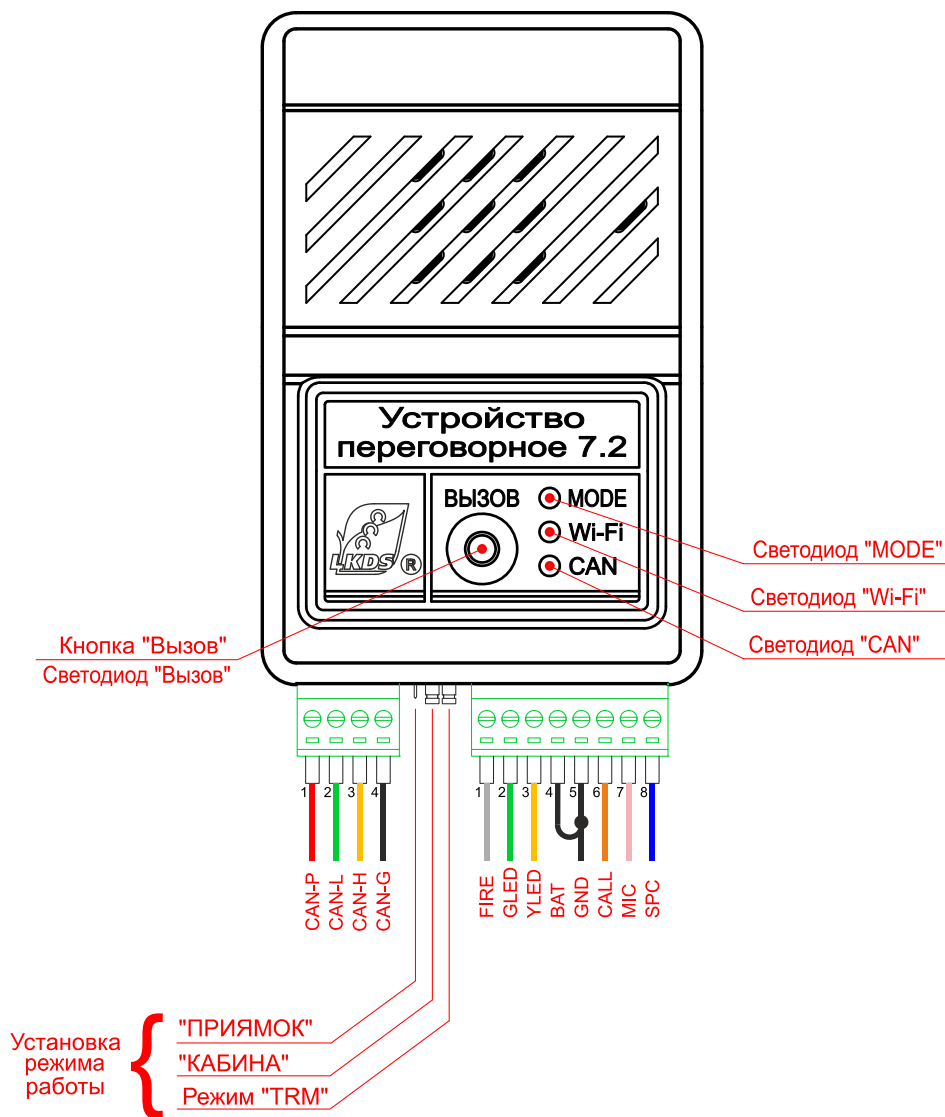

Рис. 1. Внешний вид УП 7.2, назначение разъемов, органов управления и индикации
- 1.6.1. Конструктивно УП 7.2 выполнен в пластмассовом корпусе (см. рис. 1). На лицевой стороне которого, расположены: